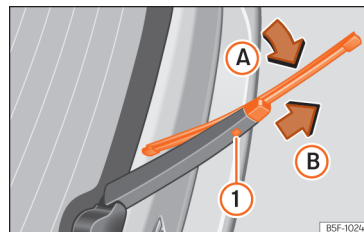

Fig. 160 Substituição da escova do vidro traseiro.
- Rode ligeiramente a escova » » » Fig. 160 (seta A).
- Mantenha pressionado o botão de desbloqueio ① puxando pela escova no sentido da seta ②.
- Introduza uma escova nova no braço limpa para-brisas **com o mesmo comprimento e características**, no sentido contrário à seta ② até que encaixe o botão ①.